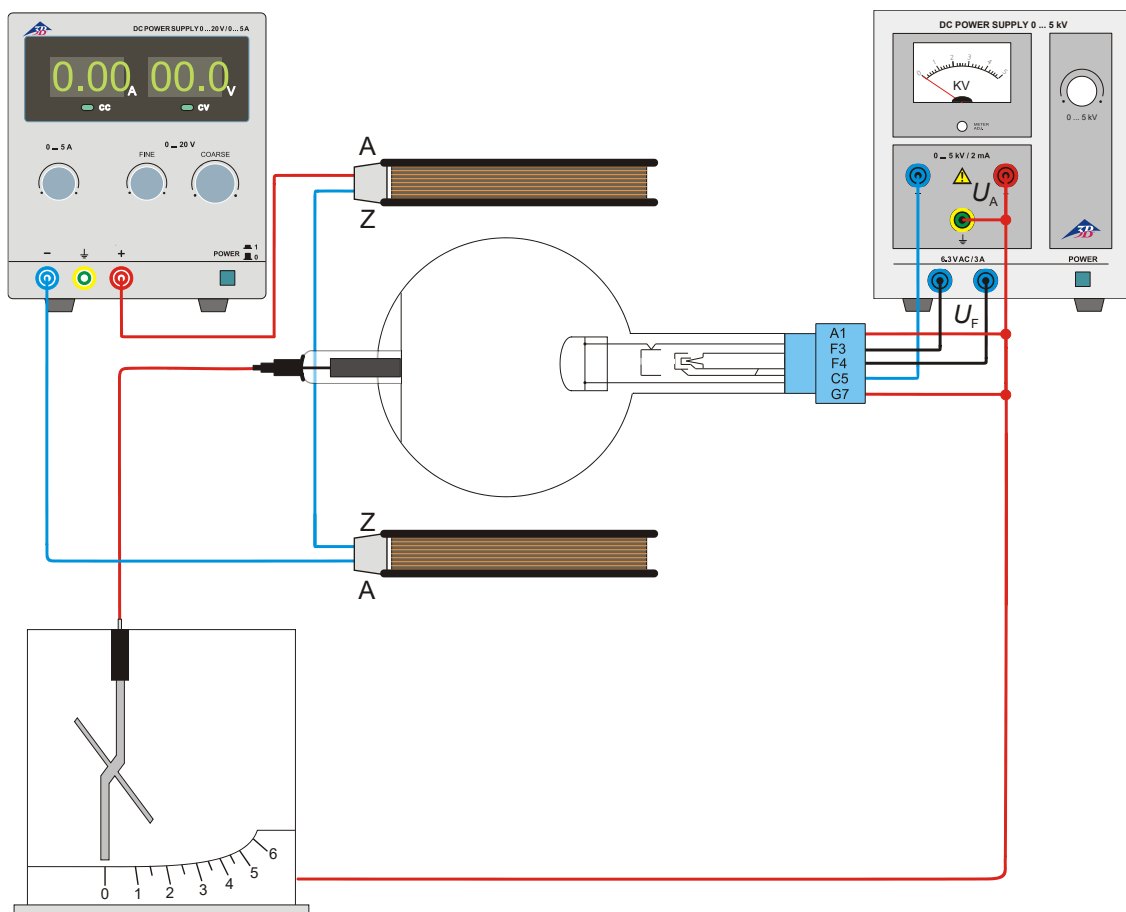

Fig. 1 Comprobación de la naturaleza corpuscular de los rayos catódicos y determinación de su polaridad
- Realice el cableado de acuerdo con la Fig. 1.